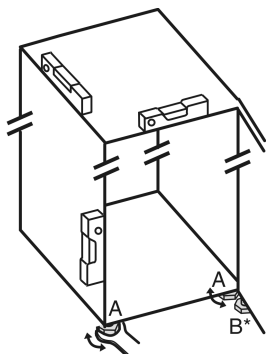

Fig. 25
- Nastavljive noge Fig. 25 (A) odvijajte s priloženim ključem z odprtim koncem in vodilom, dokler naprava ni trdno poravnana in vodoravna.
- Nastavljivo nogo Fig. 25 (B) na ležajnem podstavku spodaj odvijajte s priloženim ključem z odprtim koncem, dokler ne stoji trdno na tleh.
- Nastavljive noge Fig. 25 (B) obrnite za 90°.